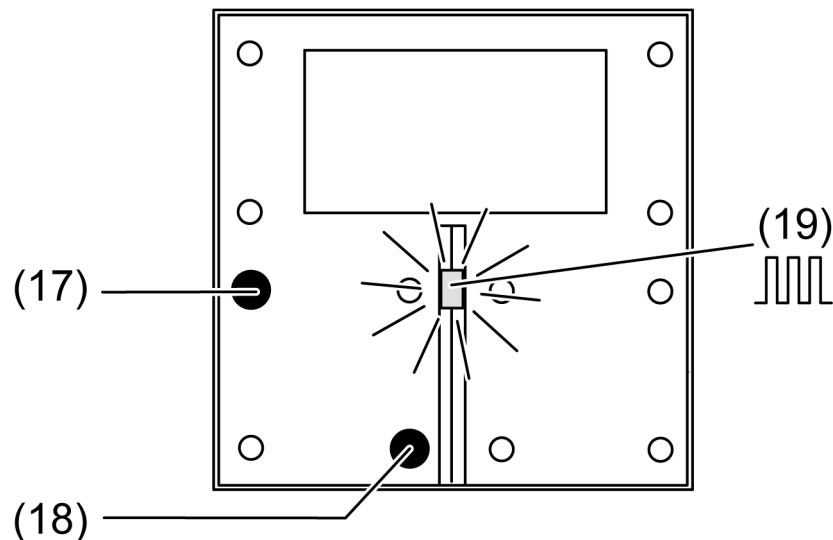

Figure 4: Activer le mode de programmation
- Activer le mode de programmation : appuyer sur le bouton (17) (voir figure 4) et le maintenir enfoncé. Appuyer ensuite sur la touche (18). La LED de fonctionnement (19) clignote rapidement.
- Appuyer sur le bouton gauche en haut à gauche et en bas à droite et les maintenir enfoncés (voir figure 4).
- Appuyer sur et maintenir enfoncé le bouton (17) (voir figure 4). Ensuite, maintenir enfoncés les boutons (18) pendant plus de 5 secondes, jusqu'à ce que la LED de fonctionnement clignote rapidement (env. 4 Hz).